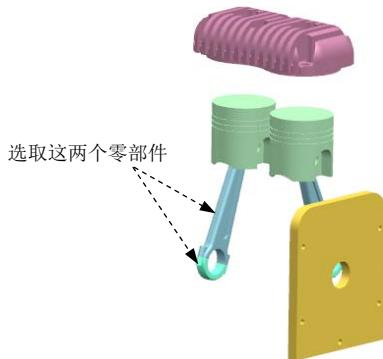

图 10.4.10 定义连杆 L009
(9) 定义连杆 L009。选取图 10.4.10 (此图将连杆 L002、连杆 L004 和连杆 L005 进行隐藏) 所示的组件 (共两个零件) 为连杆 L009，在“连杆”对话框中单击 **确定** 按钮。